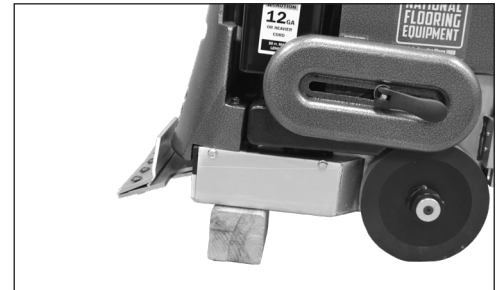

ABB. 6
1. Bocken Sie die Maschine an Ihrer Vorderseite (Abb. 6) auf. Verwenden Sie hierzu ein flaches Stück Holz oder einen anderen hierfür geeigneten Gegenstand.